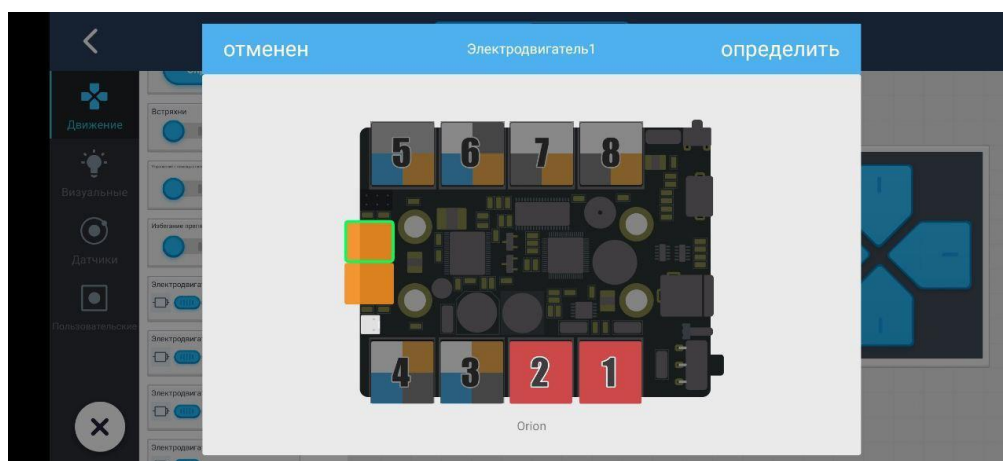

Рис.2. Подключение моторов
2. В выделенные порты (оранжевые) вставляются провода управления моторов, в зависимости от сборки робота, штекеры и провода меняются местами что бы добиться правильного подключения левого и правого мотора(рис.2).